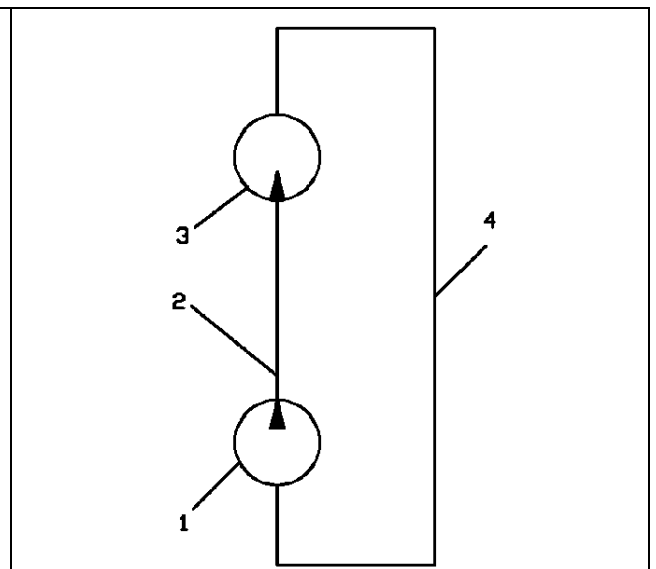

Рисунок 18
18. Все сообщающиеся полости (рис. 18) объемной гидропередачи с замкнутой циркуляцией (насос 1, гидромотор 3 и соединяющие их напорный 2 и сливной 4 трубопроводы) полностью заполнены минеральным маслом, температура которого равна  $t = 15$  °С. В процессе работы гидропередачи масло нагрелось до температуры  $t_1 = 45$  °С. Пренебрегая температурным расширением металла гидропередачи и утечками масла в гидросистеме, определить давление масла в полости гидропередачи после выключения (остановки) насоса. Принять для масла коэффициент  $\beta_v = 7 \cdot 10^{-10}$  1/Па и температурный коэффициент объемного расширения  $\beta_t = 0,0007$  1/°С.